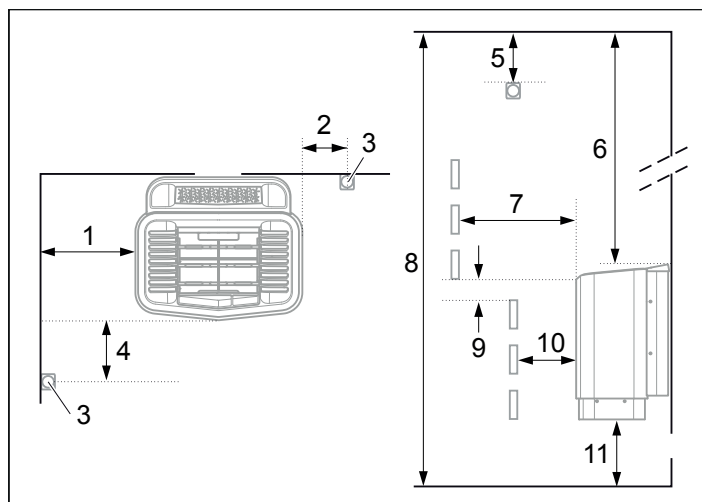
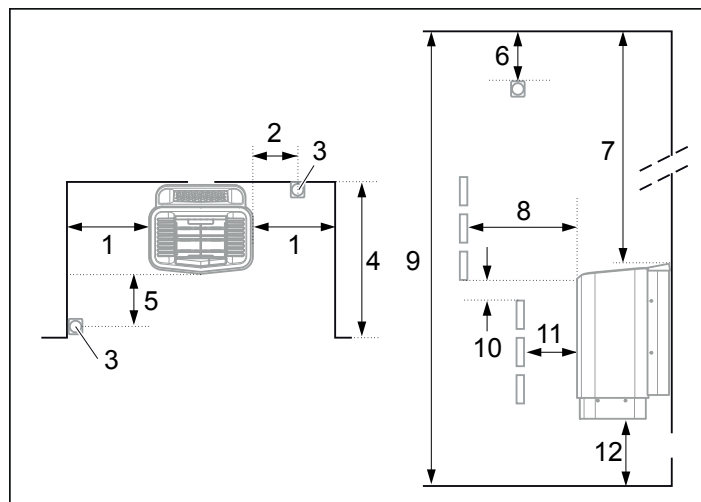

Figure 3 : Positionnement du poêle - installation normale
Figure 5 : Positionnement du poêle - installation en niche
- Déterminez le positionnement de la sonde (voir figure 3 et figure 5)
- sur le même mur que la porte (ou la cloison latérale s'il est très près du passage de porte). Le poêle peut également être placé dans une niche (voir figure 5).
- Positionnez le poêle à bonne distance du sol, des murs latéraux et des aménagements intérieurs (voir figure 3).
Positionnez la sonde conformément à l'illustration (voir figure 3).
1. Positionnez le poêle à bonne distance du sol, des murs latéraux et des aménagements intérieurs (voir figure 5).
2. Positionnez la sonde conformément à l'illustration (voir figure 5).